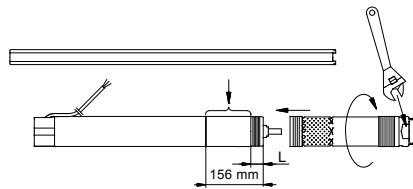

Fig. 6
1. Placer le moteur à l'horizontale dans un étau et serrer celui-ci, voir fig. 6.
Il est possible d'utiliser une clé de serrage sur les surfaces de serrage de l'hydraulique, voir fig. 6.